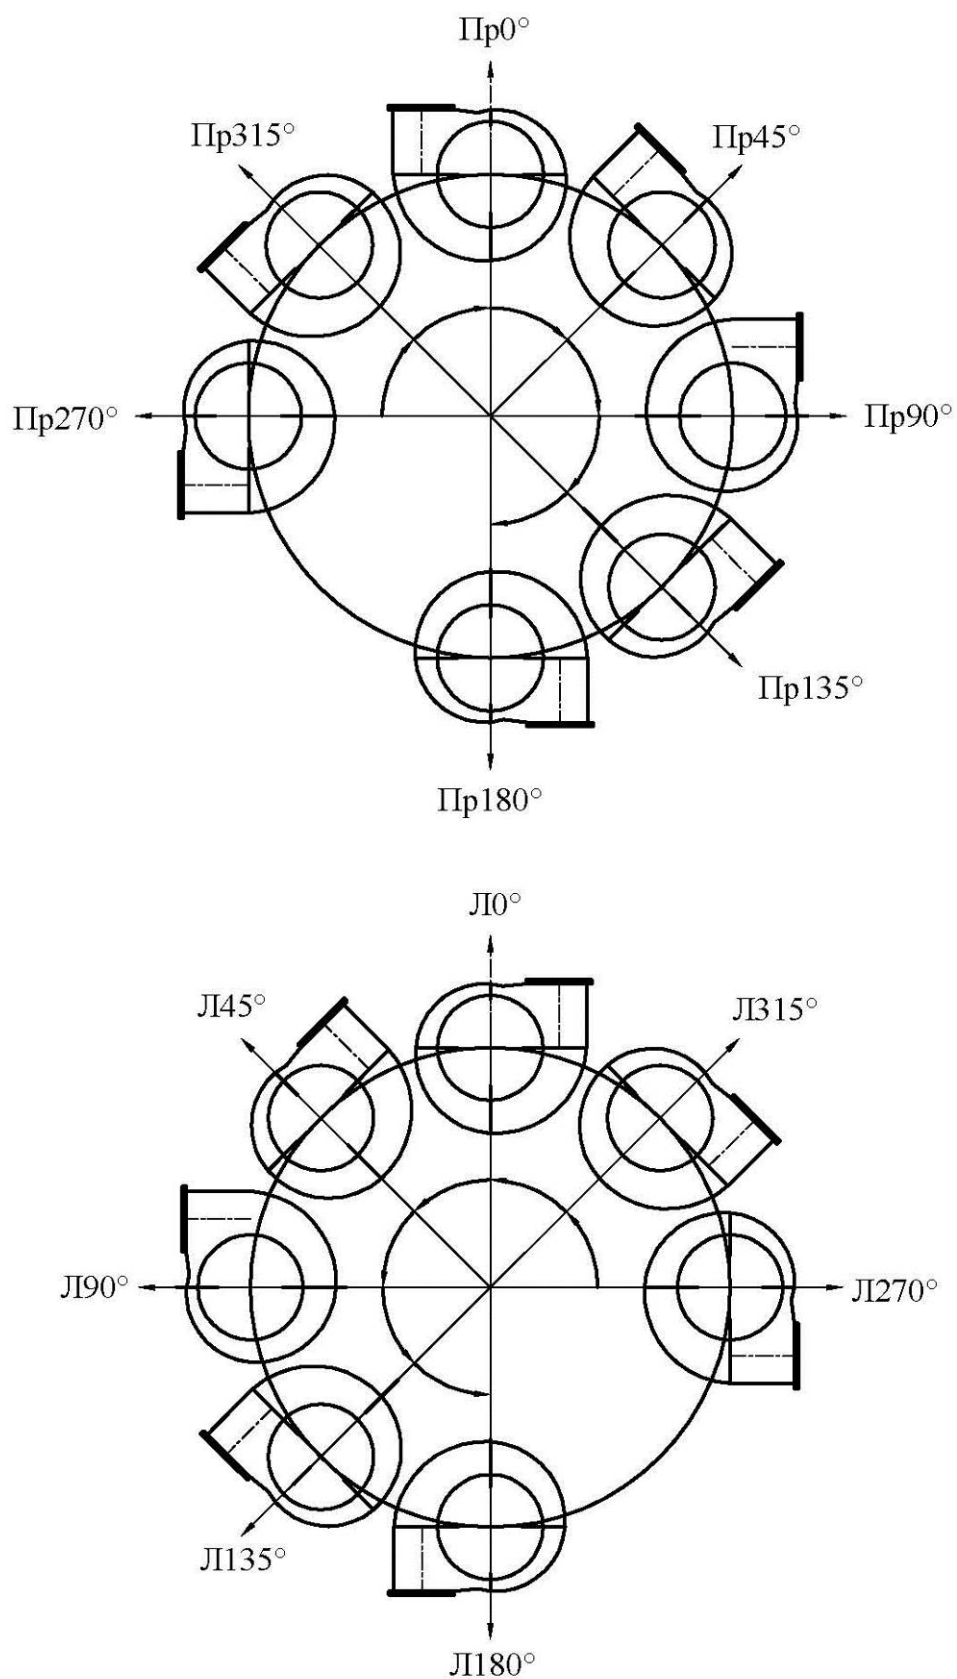

Рис. 4
- 2.5. Рабочее колесо изготовлено из стали и посажено на вал электродвигателя; направление вращения(базовое исполнение)- левое «Л» (вращение против часовой стрелки со стороны всасывающего отверстия), угол поворота корпуса 0° (выхлоп – вверх).**Конструкция вентилятора допускает изменение направление вращения на правое«Пр» и изменение угла поворота улитки с шагом 45° (кроме 180°).**Возможные углы поворота улитки показаны на Рис. 4 Приложения Б